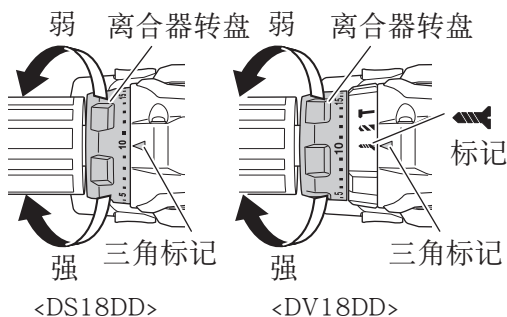

图 17
(2) 旋转转矩的指示（请参照图 17）
(3) 调节旋转转矩（请参照图 17）